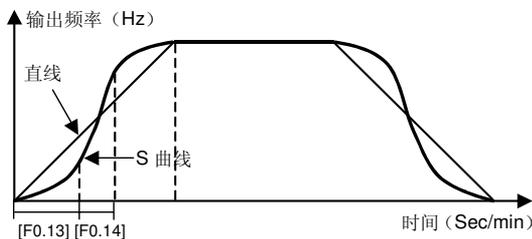

图 6-3 加减速曲线
**LED 个位:** 变频器加减速曲线类型设定。参考图 6-3。
数, 共分为 3 个阶段, 如图 6-3 所示。加减速起始段是输出频率的斜率从 0 逐渐增大的过程; 加减速上升/下降段输出频率的斜率保持不变; 加减速结束段变频器输出频率的斜率由大逐渐减小至 0。